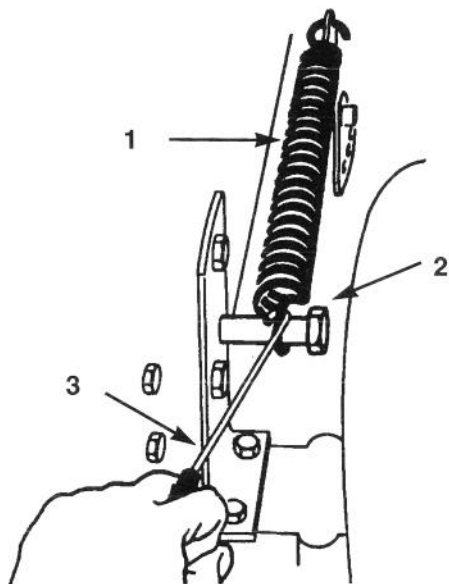

Bild 38
4. Die Spannfeder der Schnitthöheneinstellung von der Befestigungsschraube entfernen (Bild 38), dabei das mitgelieferte Federwerkzeug benutzen. Diese Feder befindet sich zwischen Rahmen und rechtem Hinterrad.